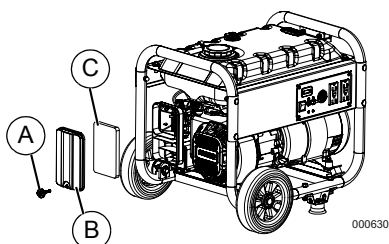

Figura 4-3. Conjunto del filtro de aire
1. Consulte la **Figura 4-3**. Gire el mando (A) y retire la cubierta del filtro de aire (B).
2. Límpiela con agua y jabón. Exprima el filtro (C) hasta que quede seco (NO LO RETUERZA) en un paño limpio.